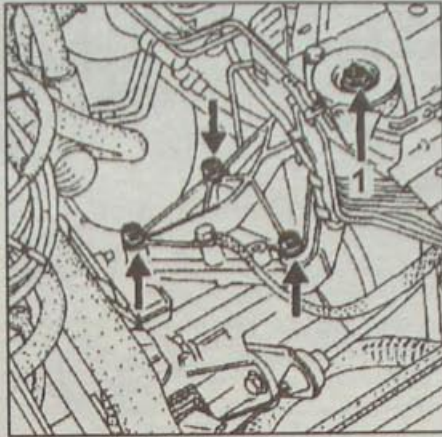

Рис. 6.9. Расположение болтов и гайки (1) крепления опоры коробки передач
- Выверните болты крепления опоры коробки передач, однако не отворачивайте верхнюю гайку (рис. 6.9).